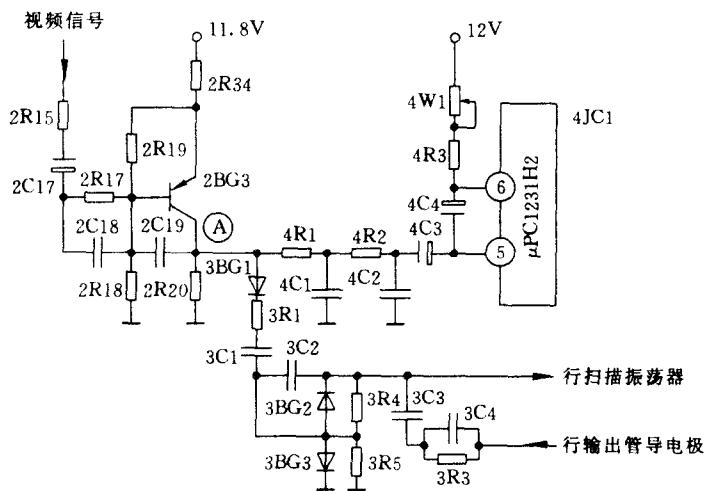

图 2
**分析与检修:**因开机后电视机图、声正常可基本认定电视机的电源供电、图像与伴音通道正常,视放电路正常;图像画面为上下滚动系场同步不良;有时能形成完整画面有时完整画面发生撕裂,这属于行同步不稳时好时坏。由于调节场频电位器和行频旋钮可使同步不稳故障减轻,初步认定行、场扫描频率正常。此机故障可初步分析为图像行、场同步不稳故障。为此,首先将对比度钮到最大位置,图像浓淡合适,画面对比度正常,看来故障在 2BG3 为中心的同步分离电路,见图 2。用“动态直流电压法”测 2BG3 的集电极电压④点,无信号时即高频头拨到空频道上  $V_c = 1.8V$ ,有信号即收视电视节目  $V_c = 1.2V$ ,因为 2BG3 同步分离管集电极电压静态电压有变化且有一定幅度,说明同步分离电路系正常。也说明复合同步头已从视频信号中正常被分离出来,由于故障现象表现为场不同步且场频可能正常,只有从 2BG3 的集电极④点至  $\mu\text{PC}1231\text{Hz}$ (4JC1) 的场同步信号输入端⑤脚之间的 4R1、4C1、4R2 和 4C2、4C3 组成的两节积分网络等有元件坏或耦合电容 4C1 开路,按这个思路查出第一节